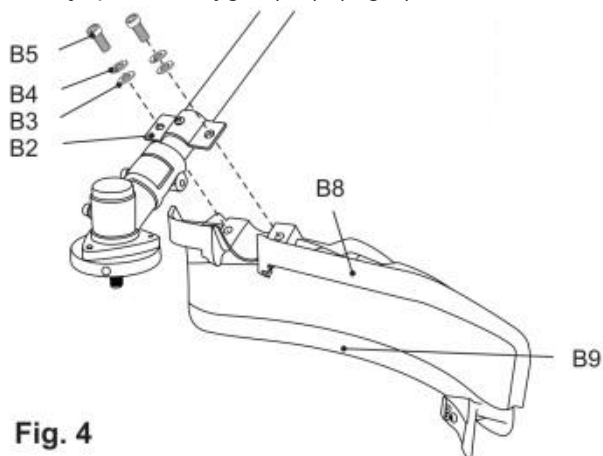

Fig. 4
9) Säkra anslutningen med bultar (B5) , fjäderbrickor rs(B4)) och brickor (B3)) med hjälp av verktyget (E4) .(Fig.4).